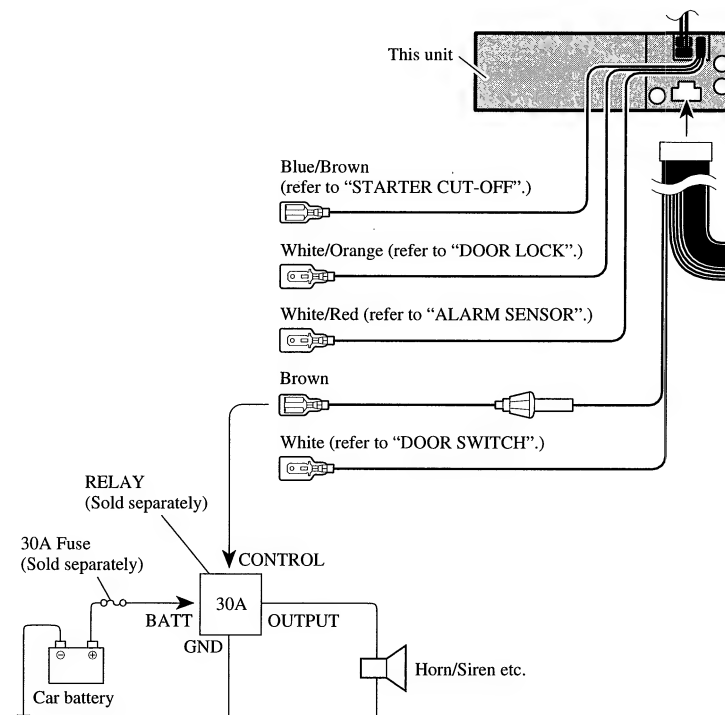

Fig. 33
■ Brown (ALARM OUTPUT) (Fig. 33)